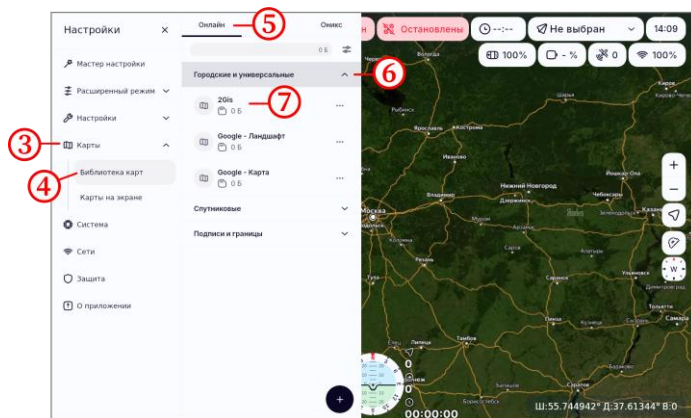

Рисунок 30
- перейти в раздел «Карты» (рисунок 30, шаг 3);
- убедиться, что открыт пункт меню «Библиотека карт» (рисунок 30, шаг 4);
- убедиться, что выбрана вкладка «Онлайн» (рисунок 30, шаг 5);
- нажать на список «Городские и универсальные» (рисунок 30, шаг 6);
- выбрать карту «2Gis» (рисунок 30, шаг 7);